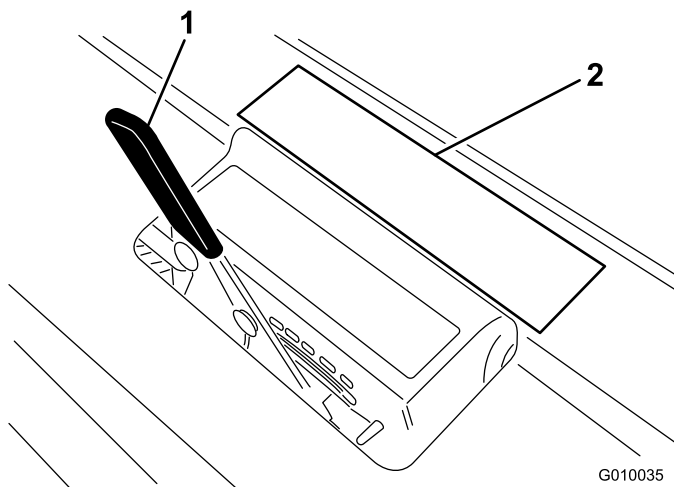

図 28
2. タインの打ち込み深さチャート (図 28) の、希望する打ち込み深さの位置に、タインの端を合わせてみる。